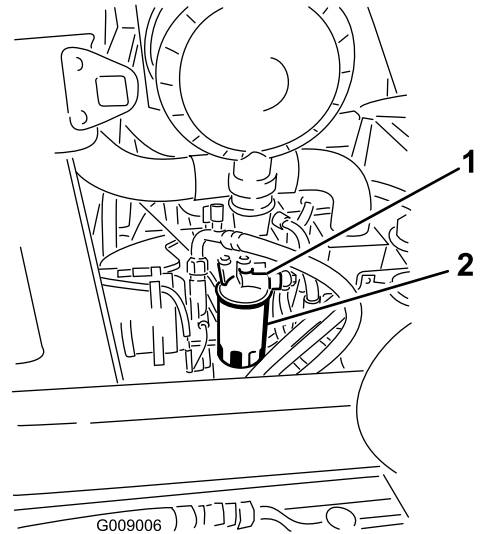

図 65
1. 燃料フィルタのヘッドの周囲をきれいに拭く（図 65）。
2. フィルタを外してフィルタヘッドの取り付け部をきれいに拭く（図 65）。